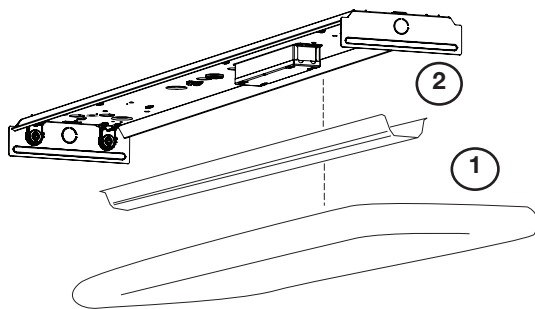

Fig. 1
1 Carefully open carton, remove fixture from carton. Remove lens (1) and wireway cover (2) (Fig. 1). **Turn power off at fuse or circuit breaker box.**
Ouvrir le carton avec prudence et sortir l'appareil. Enlever la lentille (1) et le couvercle de la goulotte guide-fils (2) (Fig. 1). **Couper le courant à la hauteur de la boîte des fusibles ou de la boîte des disjoncteurs.**
Retire con cuidado la lámpara de su envoltura original. Retire el vidrio (1) y la tapa que cubre el cableado de la lámpara (2) (Fig. 1). **Desconecte el suministro eléctrico desde la caja de fusibles o bajando la palanca principal.**